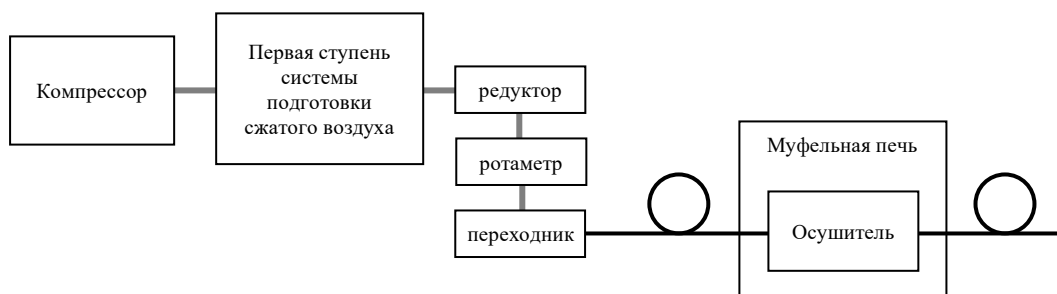

Рисунок 37 – Схема подключения осушителя при горячей регенерации.
- 2) Подключите осушитель арматурой из нержавеющей стали к источнику сжатого воздуха с точкой инея $-60\text{ }^{\circ}\text{C}$ при атмосферном давлении через отдельный редуктор (вентиль), чтобы давление в осушителе было близко к атмосферному, а расход на выходе осушителя составлял 1 норм. л/мин. В качестве источника сжатого воздуха можно использовать компрессор и хорошо просушенную (длительно работавшую) первую ступень системы подготовки сжатого воздуха генератора (см. Рисунок 37). Длина входной и выходной арматуры должна быть не менее 3 м каждая.